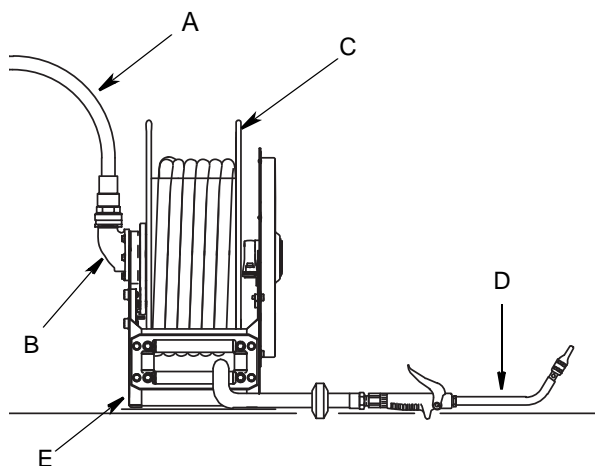
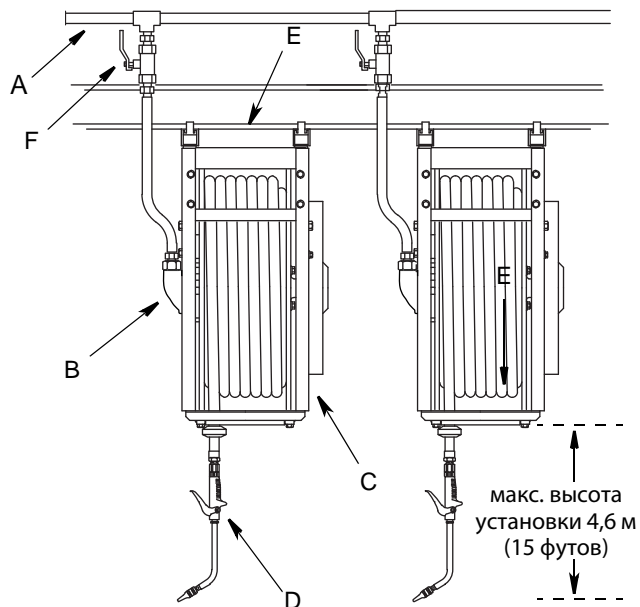

Рис. 3
Рис. 4
- XD40 – 4,6 м (15 футов) (см. Рис. 4, стр. 11)
Представленные на Рис. 3 и Рис. 4 схемы установки являются лишь руководством. За помощью в разработке системы, отвечающей соответствующим требованиям, обращайтесь к дистрибьютору Graco.